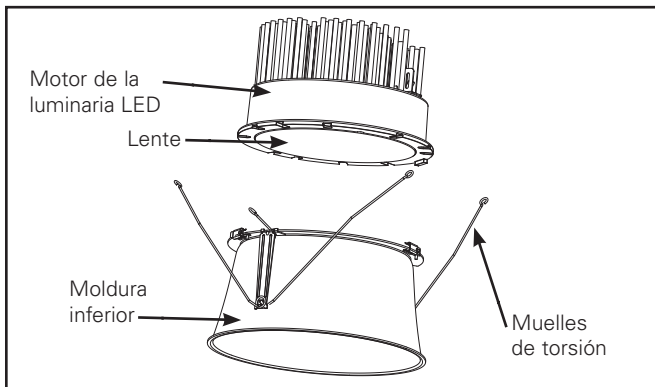

Figura 2. Unidad de la moldura inferior
1. Retira el inferior moldura del empaque protector. Retira el aro de plástico y deséchelo. Retira el motor LED del empaque protector (Figura 2). Gira los sujetadores laterales (3) hacia afuera (Figura 4).